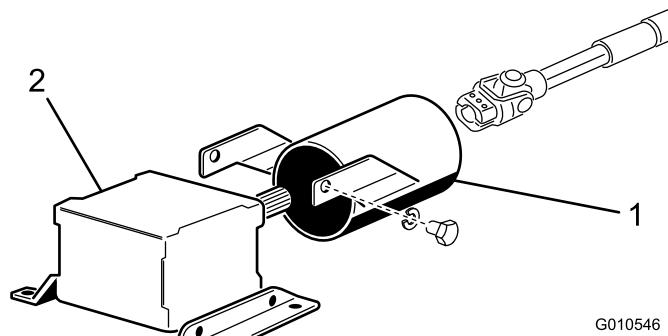

図 7
1. PTO ガード取り付けブラケットをギアボックスに固定しているキャップスクリュ (2本)とロックワッシャを外す(図 7)。
2. PTO シャフトガードを PTO シャフトに通し、図 7 のように位置決めする。